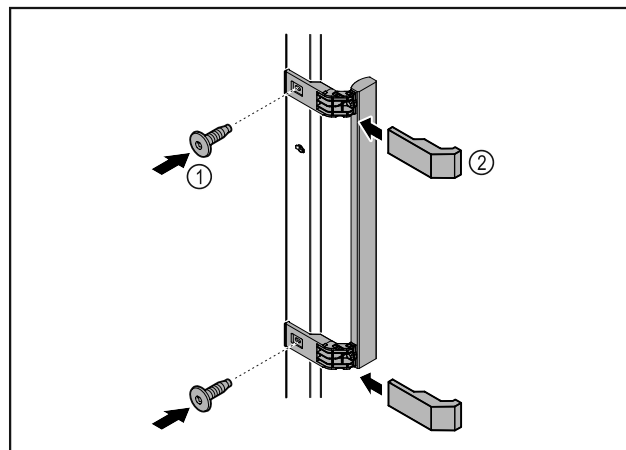

Fig. 49
- ▶ Szerelje fel az ajtóra a kilincset a csomagban található csavarok Fig. 49 (1) segítségével.
- ▶ Helyezze fel a fedelet Fig. 49 (2).